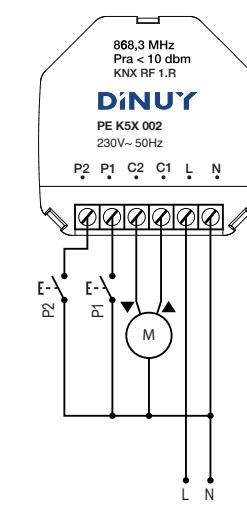

Fig. 3
- Fig. 3: Control of 1 Blind/Shutter
- Fig. 3: Control de una Persianas/Toldo